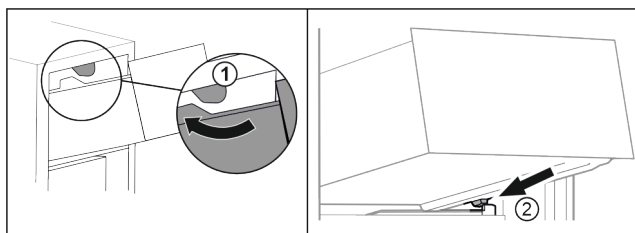

Fig. 102
- Vendoseni sirtarin mbi ndaluesit e sipërm. Fig. 102 (1)
- Vendosni sirtarin pjerrtas prapa ndaluesve të sipërm mbi brinjën e kutisë. Fig. 102 (2)